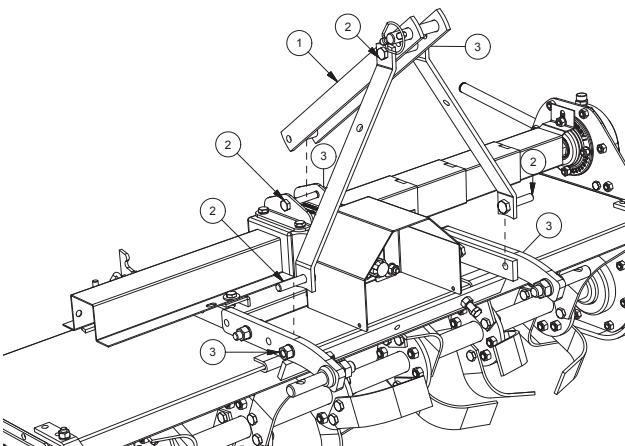

FIG. 6
- Montare il terzo punto (1, Fig. 6), inserirlo internamente tra i supporti sul telaio; avvitare le viti (2) ai dadi (3) alla coppia di serraggio prevista (vedi tabella "Coppie di serraggio dei bulloni (Nm)" a pagina 21).